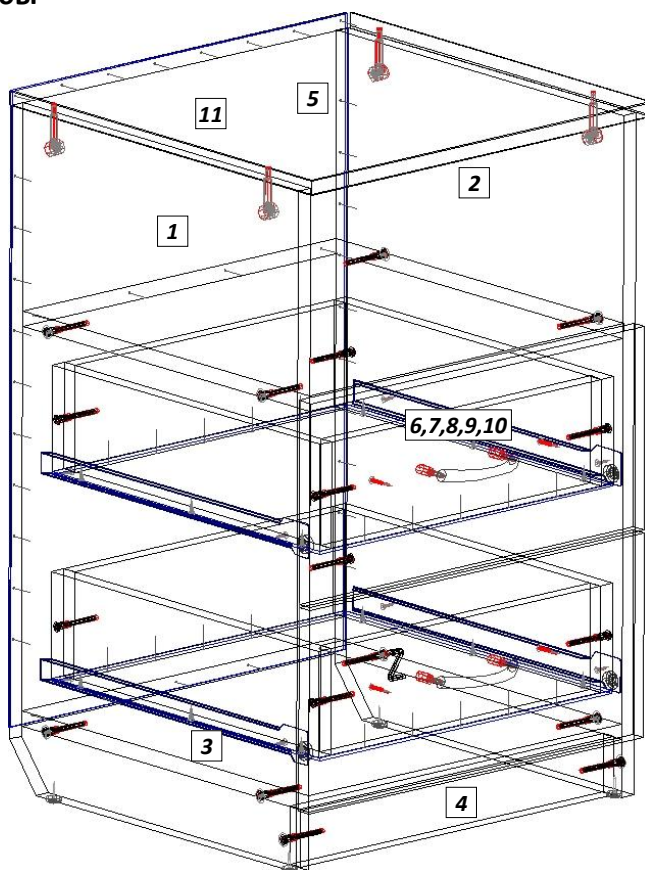

Рис. 1
- 4.1 Внимательно ознакомьтесь со схемой сборки, изображённой на рис. 1, сверяясь с комплектовочной ведомостью на изделие. Согласно позициям на схеме и комплектовочной ведомости определите расположение деталей в изделии и порядок их сборки. Сборка производится на ровном полу, укрытом материалом, предотвращающим повреждение покрытия пола и деталей мебели. Подготовьте необходимые для сборки инструменты – плоскую и крестовую отвёртки, молоток, рулетку или линейку.
- 4.3 Евровинтами (2), как показано на рис. 1, соедините вертикал. ст. [1, 2] с горизонт. стенкой [3] и цоколем [4]. Установите крышку. Затяжка соединения производится путём поворота эксцентриков до упора в направлении стрелки, выштампованной на корпусе стяжки. Гвоздями (1) закрепите зад. стенку ДВПО [11].